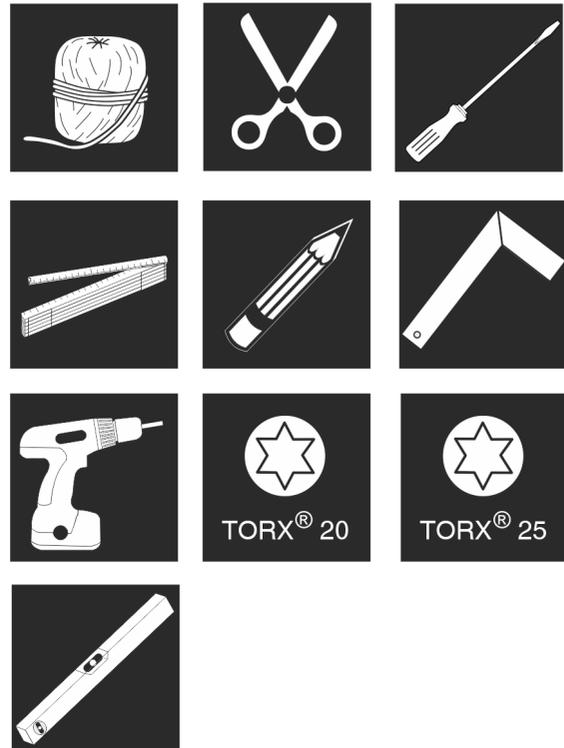

Fig. 18
1. Gereedschap klaarleggen. *Fig. 18*